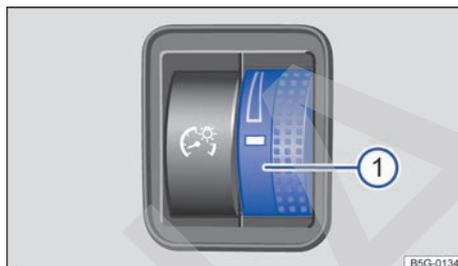

Fig. 89 Junto al volante: regulador de la iluminación de los instrumentos y los mandos ①.
En función del equipamiento del vehículo, la intensidad de la iluminación de los instrumentos y los mandos se puede regular sin escalonamientos girando el regulador → **fig. 89** ① con las luces encendidas.